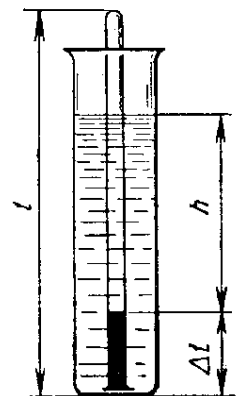

Рис. 1
$p_2 = p_1 + \rho gh$  (рис. 1). Объем воздуха в трубке в первом состоянии равен  $V_1 = lS$ , где  $l$  — длина трубки,  $S$  — площадь поперечного сечения. Во втором состоянии объем воздуха равен  $V_2 = (l - \Delta l)S$ , где  $\Delta l$  — длина столба воды в трубке (см. рис. 1).
1. В сосуд опустите стеклянную трубку длиной  $l$  закрытым концом вниз. Когда трубка нагреется и температура воздуха в ней станет равной температуре  $T_1$  воды в сосуде, измерьте температуру  $T_1$  горячей воды. Заткните трубку резиновой пробкой на нитке и опустите пробкой вниз в сосуд с холодной водой. Под водой выдерните пробку за нитку и опустите трубку до дна сосуда (см. рис. 1).